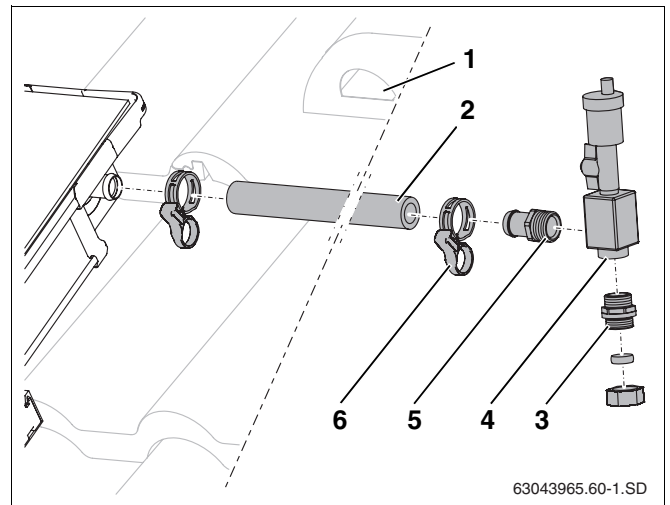

Abb. 56 Solarschlauch an Vorlaufanschluss montieren
- Langer Solarschlauch (1000 mm, Abb. 56, **Pos. 2**) auf den Vorlaufanschluss des Kollektorfeldes aufschieben und mit Federbandschelle fixieren.
- Solarschlauch zusammen mit dem Fühlerkabel durch die Entlüftungspfanne (Abb. 56, **Pos. 1**) und durch die Dachisolierung führen.
- Schlauchtülle R $\frac{3}{4}$ mit O-Ring (Abb. 56, **Pos. 5**) und Doppelnippel mit O-Ring (Abb. 56, **Pos. 3**) in den Lufttopf (Abb. 56, **Pos. 4**) festschrauben.
- Schlauchtülle bis zum Anschlag auf den Solarschlauch stecken und mit Federbandschelle (Abb. 56, **Pos. 6**) fixieren.
- Sammelleitung an die Klemmringverschraubung (Abb. 56, **Pos. 3**) anschließen.